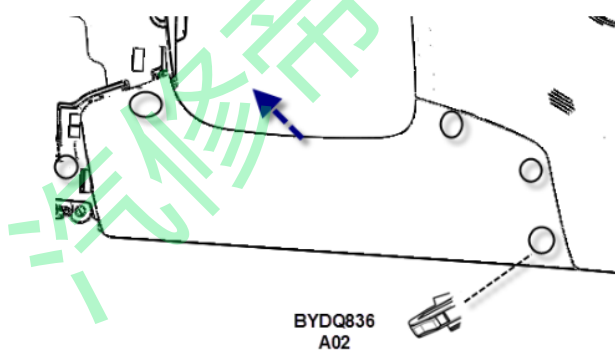

图 1.5.17 主驾 KAB 盖板总成
- (1) 拆卸前应了解仪表板下本体结构及各紧固元件位置（见图 1.5.17）
- (2) 用十字螺丝刀将两个十字槽凹穴六角头自攻螺钉(Q2756319F31A+Q42263)拆卸下来，用六角套筒（10 号）将 15 个六角头螺栓(Q150B0620T1F3A+Q40206)拆卸下来。
- (3) 确认与线束连接全部断开后，即可沿 X 方向将仪表板下本体拆分下来。